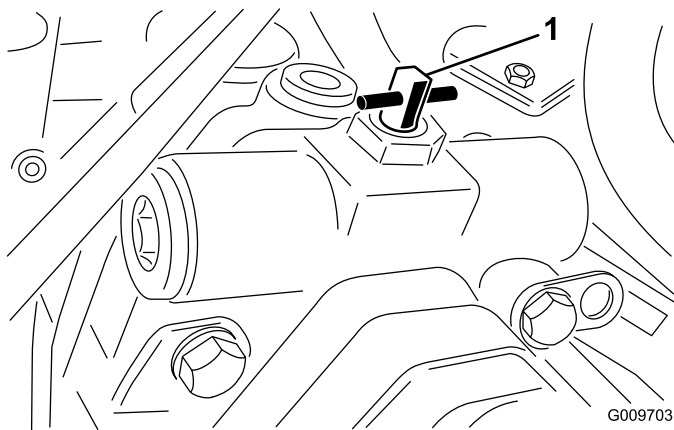

Bild 43
2. Drehen Sie das Ventil um eine Vierteldrehung nach rechts oder links, um es zu öffnen und Öl intern abzulenken (Bild 43). Weil das Öl abgelenkt wird, lässt sich die Zugmaschine ohne Schäden am Getriebe langsam bewegen. Merken Sie sich die Ventilstellung beim Öffnen oder Schließen.